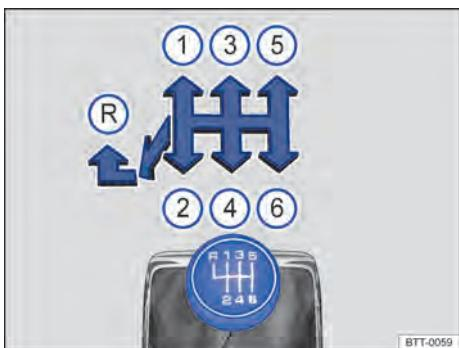

Fig. 93 Esquema de troca de marchas da transmissão manual de 6 marchas.
As posições das marchas individuais são mostradas na alavanca de troca de marcha → Fig. 93.
- Empurrar a alavanca de troca de marcha totalmente para a esquerda e depois para frente até a posição da marcha a ré → Fig. 93 **(R)**.